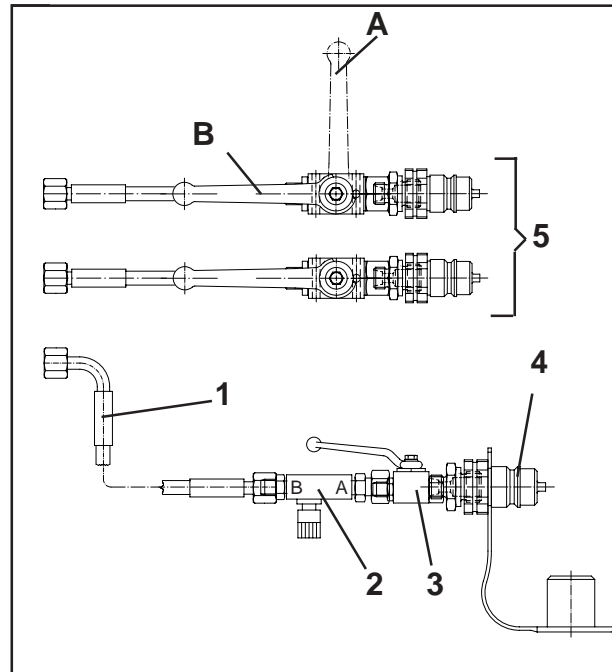

Fig. 24
- einen Hydraulikschlauch (Fig.24/1)
- eine einstellbare Drossel (Fig.24/2)
- einen Blockkugelhahn (Fig.24/3)
- einen SVK-Stecker (Fig.24/4).
geschlossen: Fig.24/A
offen: Fig.24/B
- Pos.5, Fig.24: am Streuer vorhandene Hydraulikanschlüsse für die Schieberbetätigung
- Pos.1-4, Fig.24: Hydraulikanschluß für den Limiter